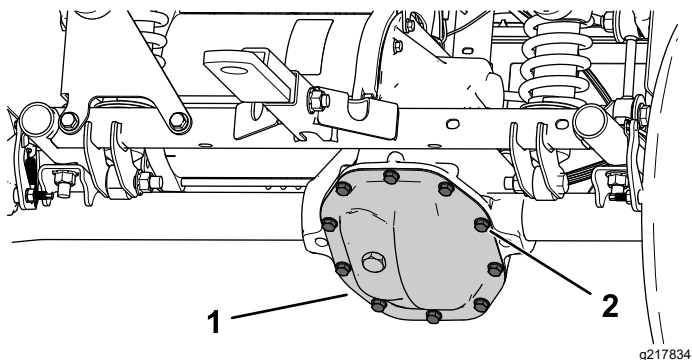

Figura 51
2. Rimuovete i bulloni dalla protezione del transaxle e spurgate completamente il fluido (Figura 51).
1. Allineate una bacinella di spurgo sotto la protezione del transaxle (Figura 51).